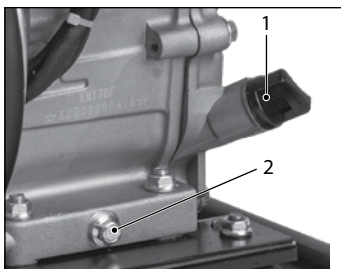

Рис. 25
1. Открутите крышку маслосливной горловины 1 (рис. 25) и положите ее на чистую поверхность.
2. Чтобы слить масло из масляного картера, используйте специальный шприц-отсос. Либо открутите сливную пробку 2 (рис. 25), наклоните устройство и слейте масло в заранее подготовленную емкость.